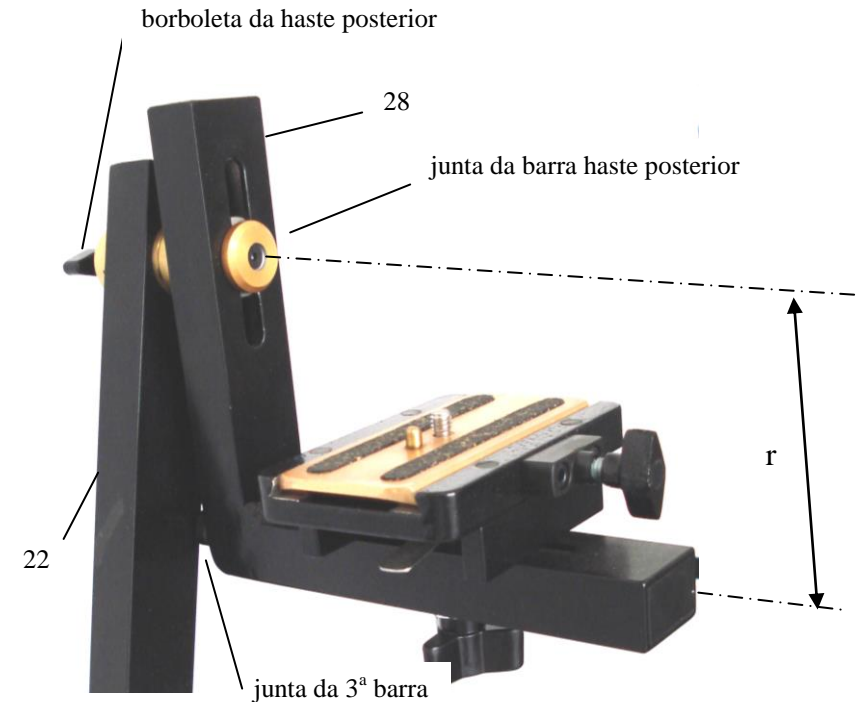

Figura 19: Regulagem da distância r do suporte da mesa.
b) Regulagem do suporte da mesa (figura 19).
- ✓ Ajustar a distância r do suporte da mesa (28) entre as juntas da 3ª barra e da haste posterior (22), afrouxando a borboleta da haste posterior, o que permite o deslocamento através do oblongo.